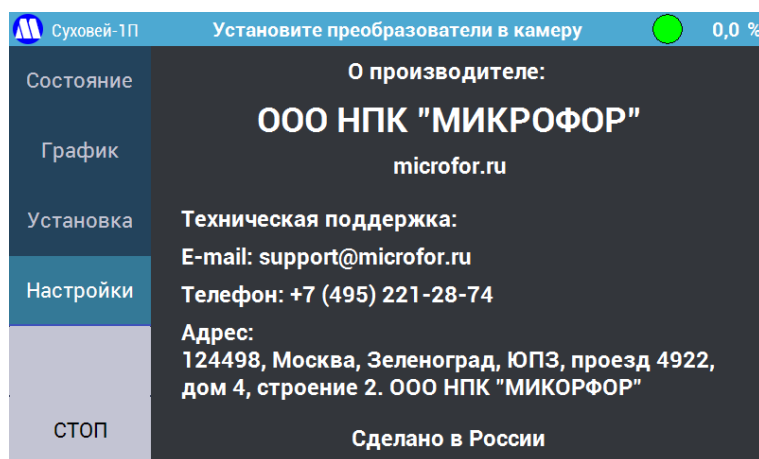

Рисунок 19 – Экран «О производителе».
7.2.15. Кнопка «**О производителе**» выводит экран (Рисунок 19) с контактными данными производителя генератора.